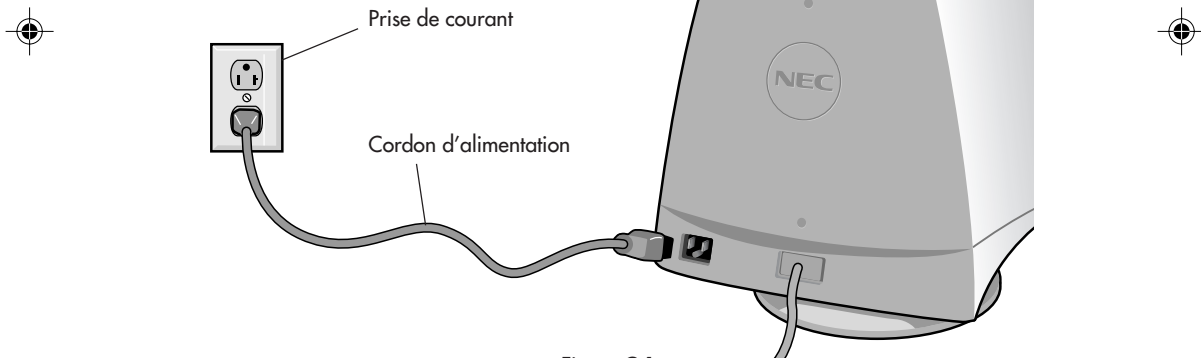

Figure C.1
4. Connecter une extrémité du cordon d'alimentation au moniteur MultiSync et l'autre extrémité à la prise de courant (**Figure C.1**).